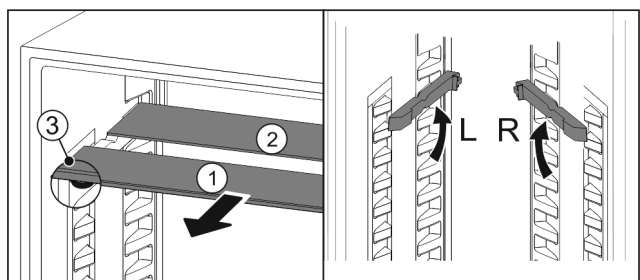

Fig. 20
- ▶ Издърпайте Fig. 20 (1) поотделно стъклените плочи напред.
- ▷ Стъклената плоча Fig. 20 (1) с декоративната лайсна е отпред.
- ▷ Ограничителите Fig. 20 (3) сочат надолу.